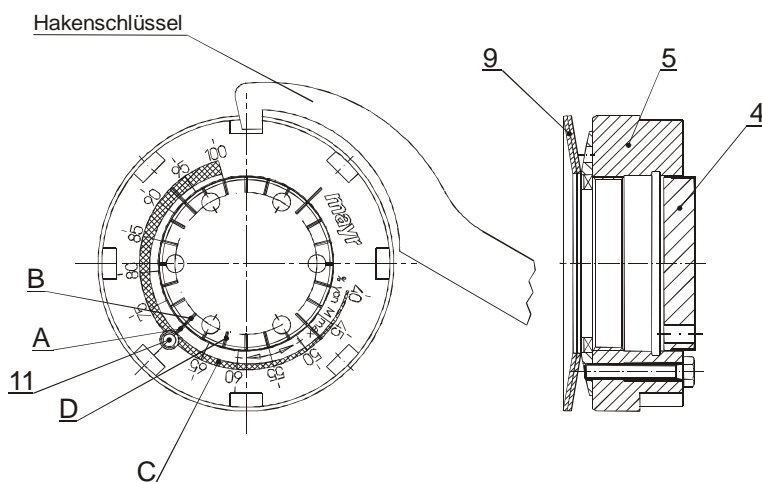

Bild 2
Drehen der Einstellmutter (5) im Uhrzeigersinn bewirkt eine Verringerung des Drehmoments. Drehen gegen den Uhrzeigersinn erhöht das Drehmoment. Blickrichtung auf die Einstellmutter (5) wie in Bild 2.
- Entfernen der Sicherungsschraube (11) aus Einstellmutter (5).
- Einstellmutter (5) anhand der eingepprägten Einstellskala (Bild 2) im oder gegen den Uhrzeigersinn mit Hilfe eines Hakenschlüssels verdrehen, bis das gewünschte Drehmoment eingestellt ist.
- Das gewünschte Drehmoment ergibt sich aus der Überdeckung der Markierung (D) am Skaliring (4) und der Prozentangabe (C) auf der Einstellmutter (5) (Bild 2).
- Sicherungsschraube (11) mit Loctite 243 bestreichen und in Einstellmutter (5) eindrehen; dabei müssen die 4 Kerben (A) in der Einstellmutter (5) und die Kerben (B) im Skaliring (4) in gleicher Position stehen (Bild 2). Gegebenenfalls ist eine leichte Korrektur notwendig.
Einstellmutter (5) anhand der stirnseitigen Skalierung (Bild 2) mittels Hakenschlüssel von 70 % auf 80 % Einstellung **entgegen dem Uhrzeigersinn aufdrehen**.
Einstellmutter (5) anhand der stirnseitigen Skalierung (Bild 2) mittels Hakenschlüssel von 75 % auf 60 % Einstellung **im Uhrzeigersinn zudrehen**.